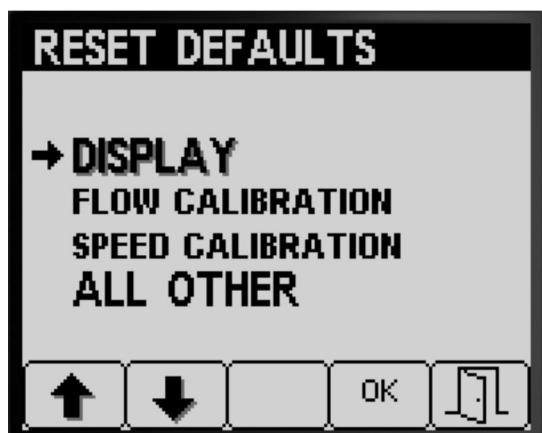

Figura 35
4. Prima o botão 4 para repor das definições para a opção selecionada (Figura 35).
5. Repita os passos 3 e 4 para outras opções que pretenda repor (Figura 35).
6. Prima o botão 5 para guardar as suas definições, sair do ecrã REPOR PREDEFINIÇÕES e voltar ao ecrã DEFINIÇÕES (Figura 35).